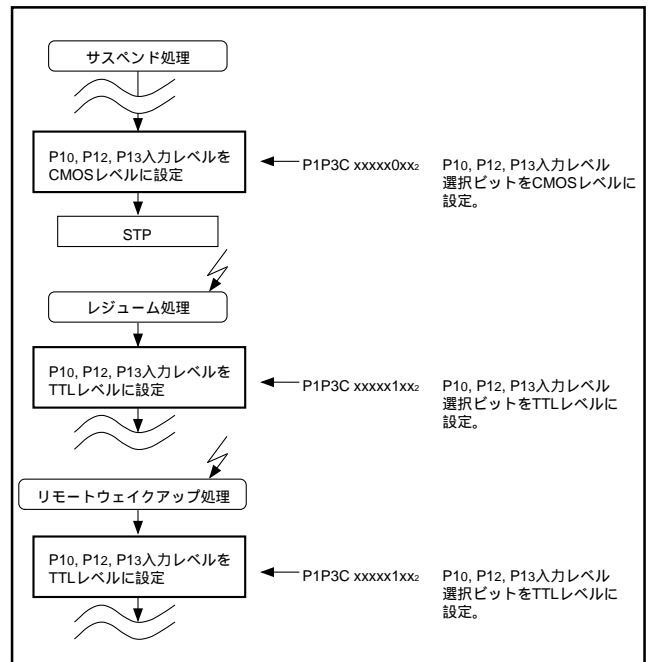

図49 . 回避策(2)のフローチャート
- (1) P10, P12, P13入力レベルをCMOSレベルとしてご使用いただく。
- (2) 図49のフローのとおり、サスペンド処理時マイコン停止の前に、P10, P12, P13ポート入力レベルをCMOSレベルに一旦変更し、RESUMEまたは外部割り込みによるリモートウェイクアップの復帰処理後にP10, P12, P13ポート入力レベルをTTLレベルに戻す。